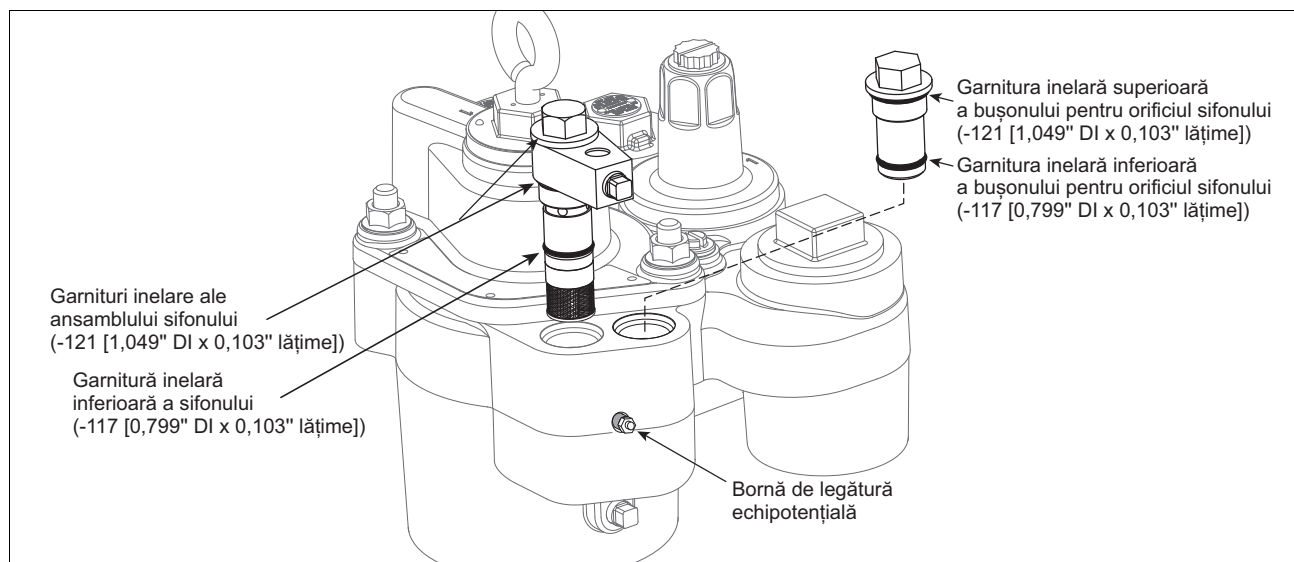

Figura 21. Introducerea ansamblului sifon în distribuitor
5. Introduceți cartușul sifonului în orificiul sifonului (vezi Figura 21). Rotiți ieșirea orificiului sifonului în direcția dorită și strângeți cu mâna corpul hexagonal de fixare a sifonului. Rotiți corpul cu un cuplu de 25 - 30 ft-lbs (34 - 41 N•m).